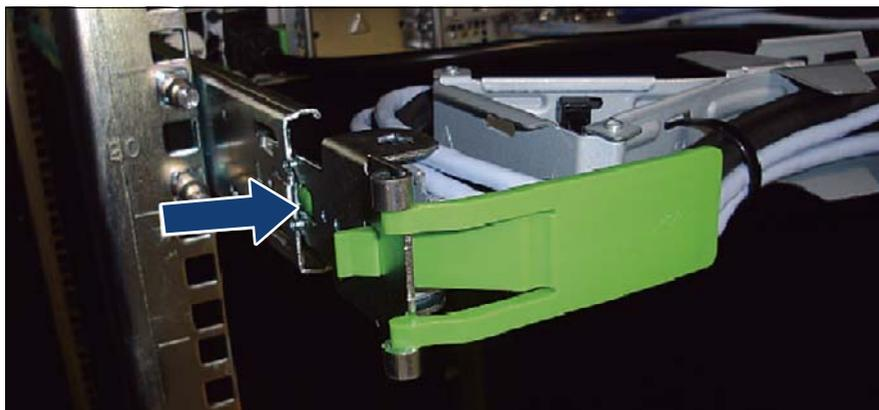

図 31: CMA ストッパのロック解除
- ▶ ロックスプリングを内側に押して、CMA ストッパのロックを解除します（図 31 を参照）。